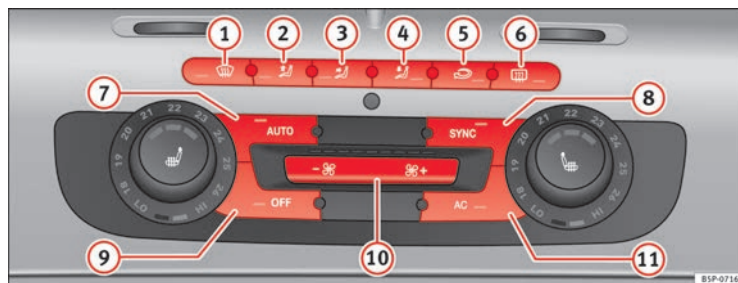

Fig. 133 Sur la planche de bord : éléments de commande du Climatronic bi-zone
- Tournez les molettes de régulation de la température ⇒ fig. 133 pour régler la température du côté gauche et droit respectivement.
- Appuyez sur la touche  ⇒ fig. 133. « AUTO High » apparaît sur l'afficheur de l'autoradio (grande vitesse de la soufflante).
- Appuyez de nouveau sur la touche  ⇒ fig. 133. « AUTO Low » apparaît sur l'afficheur de l'autoradio (basse vitesse de la soufflante).